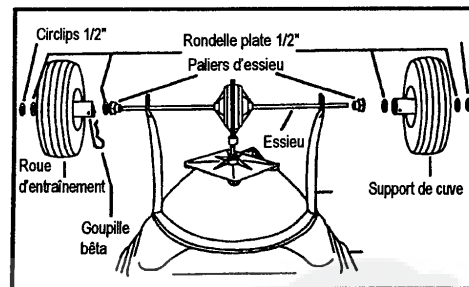

Fig. 5
(Voir Fig. 5)
**IMPORTANT:** Voir les figures 5 et 8.